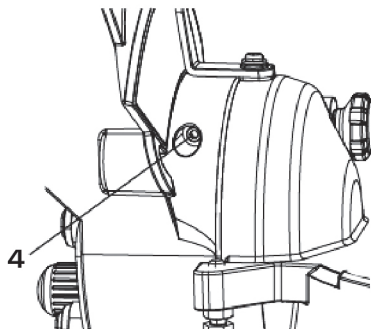

рис. 17
5. Если угол между диском и поворотным столом отклоняется от 33,9°, наклонить режущий блок пилы вправо, подтянуть или ослабить шестигранный болт (4), пока угол между диском и столом не станет равен 33,9° (рис. 17).